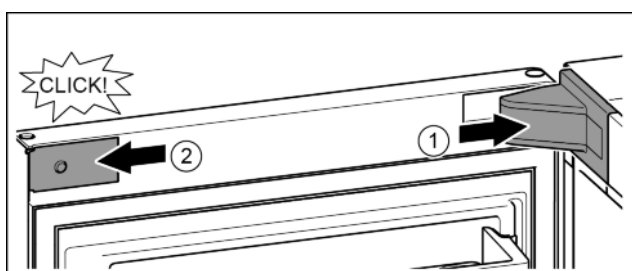

Fig. 18
- ▶ Stavite pokrov podloška ležaja i pustite ga da uskoči, po potrebi ga oprezno razdvojite. Fig. 18 (1)
- ▶ Postavite masku bočno i pustite da uskoči. Fig. 18 (2)